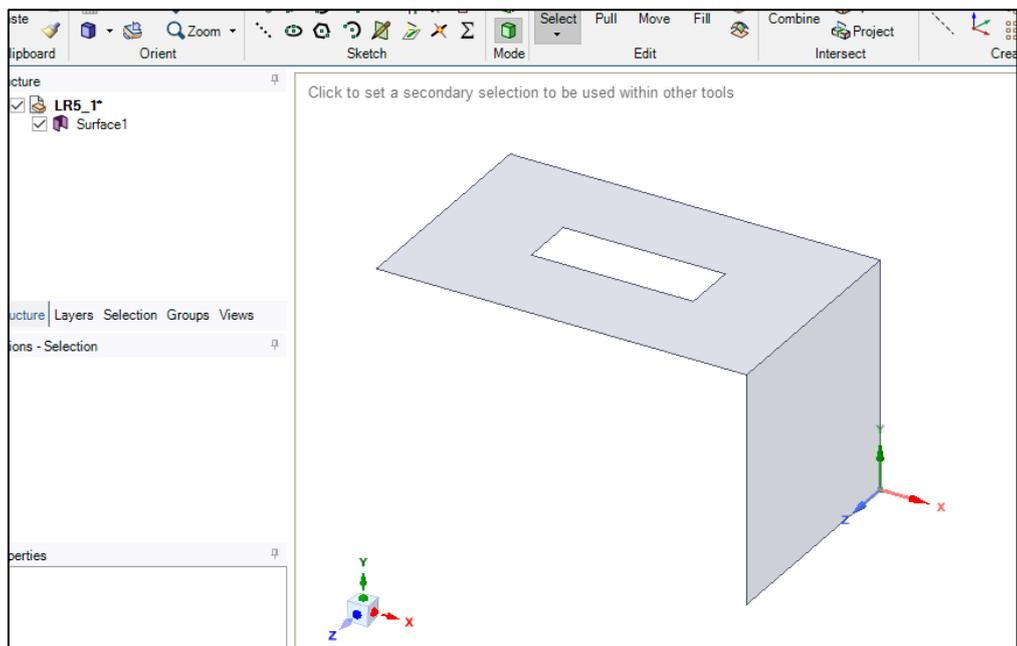

Рис. 12. Импорт геометрии
11.3. Для того чтобы найти созданную геометрию, переходим в папку с ней и выбираем отображение всех форматов – *All Files (*.*)*. Нажимаем на созданную геометрию с расширением «.x_t» и ждем кнопку *Открыть*. Импортированная геометрия показана на рис. 12.